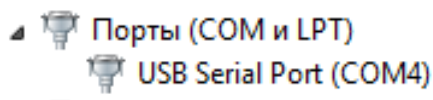

Рисунок 3
- 2.2.1. На ЭВМ открыть диспетчер устройств, открыть вкладку «Порты (COM и LPT)» согласно примеру, представленному на рис. 3.